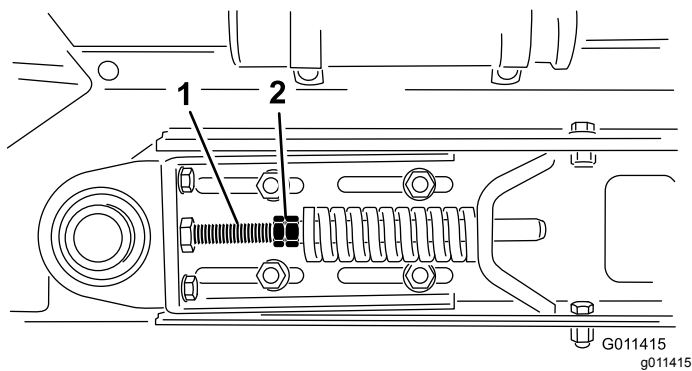

**Figura 30**
2. Retire el eslabón maestro de la cinta y retire la cadena del piñón pequeño (Figura 30).